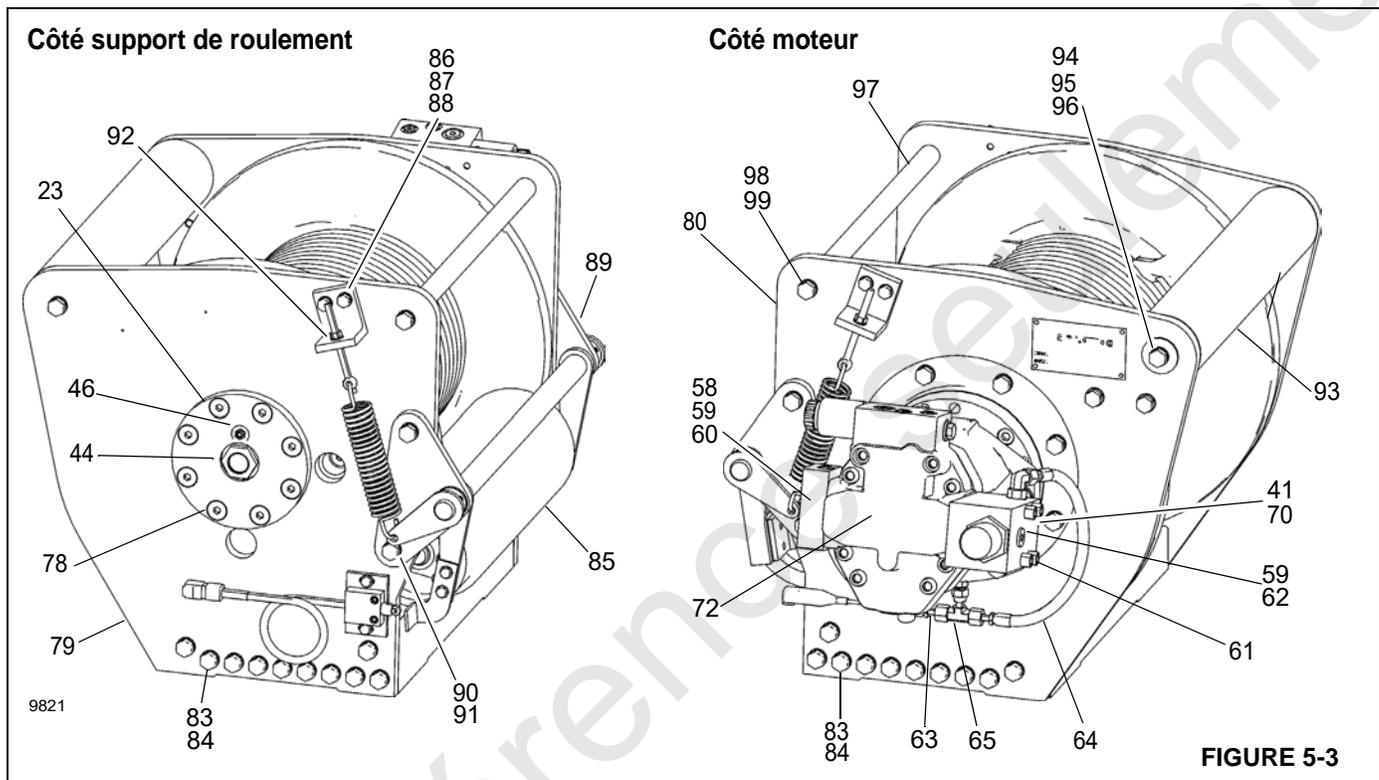

FIGURE 5-3
3. Retirer l'ensemble à rouleaux (85, Figure 5-3). Pour plus d'informations, voir *Rouleau*, page 5-9.
5. Déposer le regard de niveau d'huile (44).
6. Retirer le bouchon à évent (46).
8. Étiqueter et enlever les flexibles hydrauliques (63 et 64) qui relient la soupape de frein (62) et le répartiteur (60) au cylindre de frein (1).
9. Retirer les boulons (70) et les rondelles-freins (41) fixant le moteur (72) et soulever celui-ci pour le dégager du treuil. Retirer et jeter le joint torique (33) installé sur le pilote du moteur.
10. Étiqueter et enlever les flexibles (63 et 64) et les raccords (65) de l'orifice de desserrage du cylindre de frein.
13. Ôter les boulons (40) et les rondelles-freins (41) du cylindre de frein puis installer deux boulons et un petit morceau de chaîne dans les trous des boulons du support de montage du moteur. En se servant de la chaîne comme poignée, soulever le cylindre de frein (1) pour le dégager du tambour et de la base, en faisant attention à ne pas endommager les surfaces d'étanchéité ou d'appui. Voir la rubrique *Cylindre de frein*, page 5-9 pour de plus amples informations.
14. Retirer la plaque latérale (80) de l'extrémité du moteur.
15. Avec deux leviers de type barre à mine placés entre le porte-satellites primaire et la fermeture de tambour, faire levier vers le haut pour retirer cette dernière (25). Retirer et jeter le joint torique (28) de l'extérieur de la fermeture de tambour (25). Certaines fermetures de tambour sont dotées de trous d'œillet de levage taraudés de 3/8-16 qui peuvent être utilisés à la place des barres à mine.
16. Enlever le joint (29) et le roulement (26) de l'intérieur de la fermeture.
17. Ôter le planétaire primaire (35) et la rondelle de butée (31) du porte-satellites primaire (10).
18. Retirer le porte-satellites primaire (10) du tambour. Voir la rubrique *Train planétaire*, page 5-10 pour de plus amples informations.
19. Retirer le planétaire de sortie (34) et la rondelle de butée (43) du porte-satellites de sortie (16).
20. Retirer le porte-satellites de sortie (16) du tambour. Voir la rubrique *Train planétaire*, page 5-10 pour de plus amples informations.
21. Mettre le treuil debout sur le côté moteur avec le support de roulement vers le haut. Enlever les huit boulons de support de roulement (78, Figure 5-3) et le support de roulement (23, Figure 5-3 et Figure 5-4) en prenant soin de ne pas endommager les surfaces d'étanchéité ou de roulement.
22. Glisser la découpe de tambour de la base sur un établi et retirer le joint (27) et le roulement (26) du côté support.
Se reporter à la Figure 5-3, à la Figure 5-4 et à la nomenclature du treuil à la page 5-7 pour procéder au démontage du treuil.
14. Poser les flexibles (63, 64, Figure 5-3) et les raccords (65) sur l'orifice de desserrage du cylindre de frein.
16. Engager l'arbre du moteur avec la bague intérieure de l'embrayage de frein et abaisser le moteur en place. Serrer les boulons (70) et les rondelles de blocage (41) au couple recommandé.
17. Installer les flexibles (63, 64, Figure 5-3) qui relient le répartiteur (60) et la soupape de frein (62) au cylindre de frein (1).
18. Installer l'ensemble à rouleaux (85). Pour plus d'informations, voir *Rouleau*, page 5-9.
20. Installer le regard de niveau d'huile (44).
21. Poser le bouchon à évent (46).